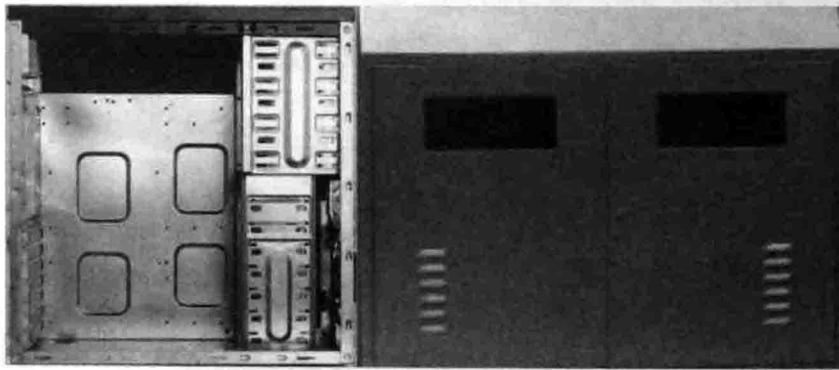

图 1-1 电源产品的机壳、门板图
- 用途：冷轧板广泛用于电源产品的机壳、面板、门板及内部结构件。如图 1-1 所示为电源产品的机壳、门板。